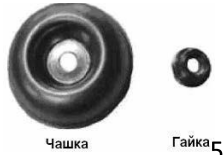

Рисунок 4
- зніміть чашку з валу, залишивши маточину (рис. 4);